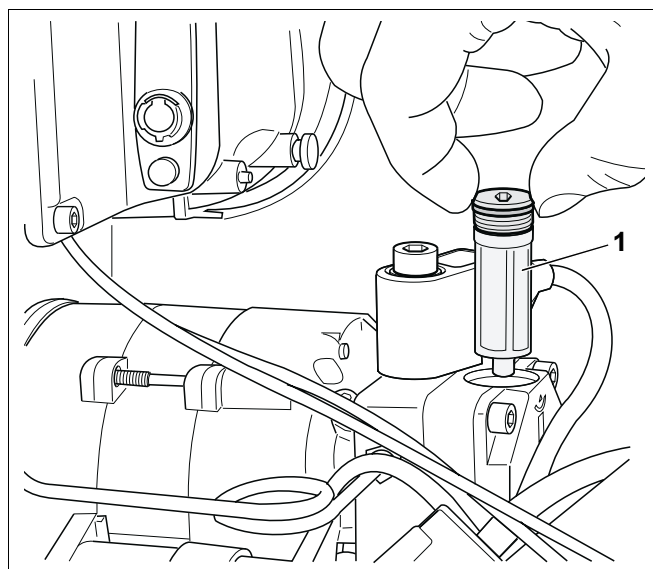

Рис. 16 Проверка фильтра топливного насоса
- Вынуть вверх фильтр топливного насоса (рис. 16, поз. 1).
- Очистить фильтр топливного насоса (рис. 16, поз. 1) промывочным бензином, если требуется, заменить его, и вновь установить на прежнее место.